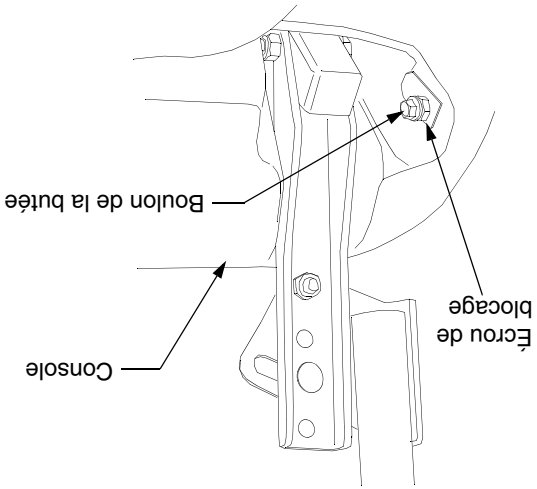

Figure 25
- Localisez le boulon de la butée correspondante sur la console droite ou gauche. Voir la Figure 25.